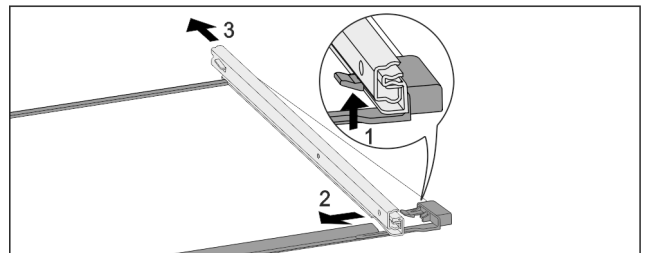

Fig. 110 带轨道的玻璃隔板
- 向上按前端的锁定钩。 Fig. 110 (1)
- 将牵引轨推向一侧 Fig. 110 (2)，然后向后 Fig. 110 (3) 推。